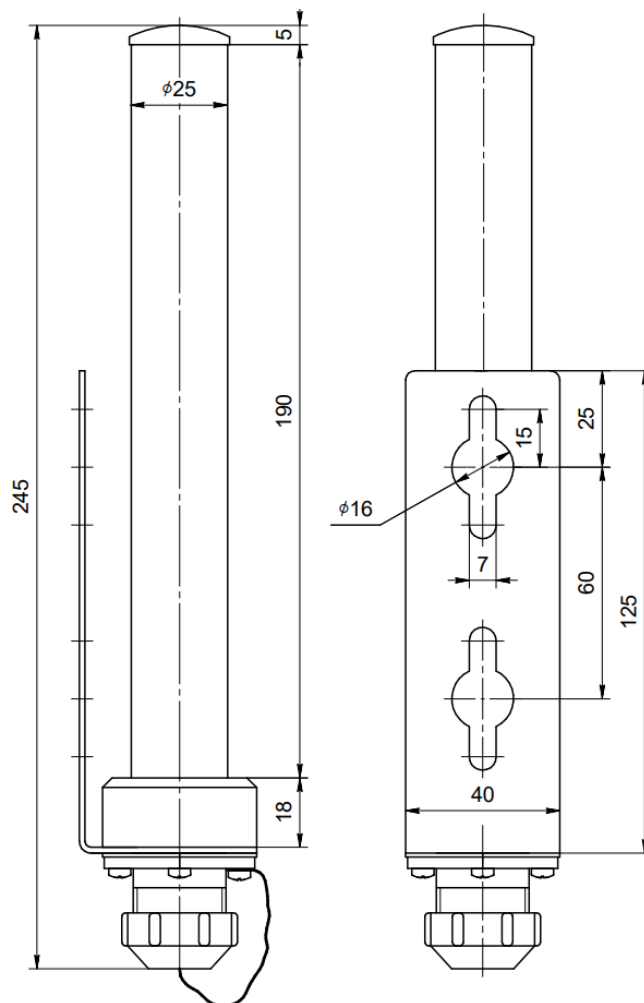

Рисунок 2. Габаритные и присоединительные размеры ПС-150(РК)
- габаритные и присоединительные размеры на технологическом объекте соответствуют размерам ТП-140Д(Р), ПС-150(РК) (см. рисунок 2,3);